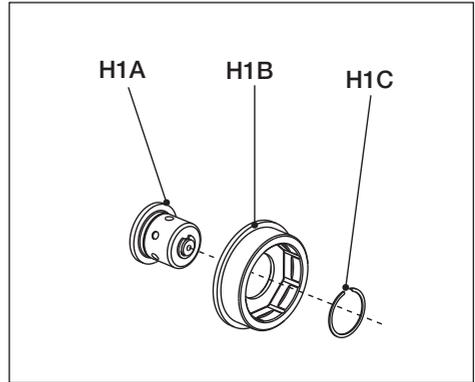

Fig. 27
5.3.10 Desmontaje y montaje del botón de desbloqueo de la unidad de impulsión (Fig. 27)